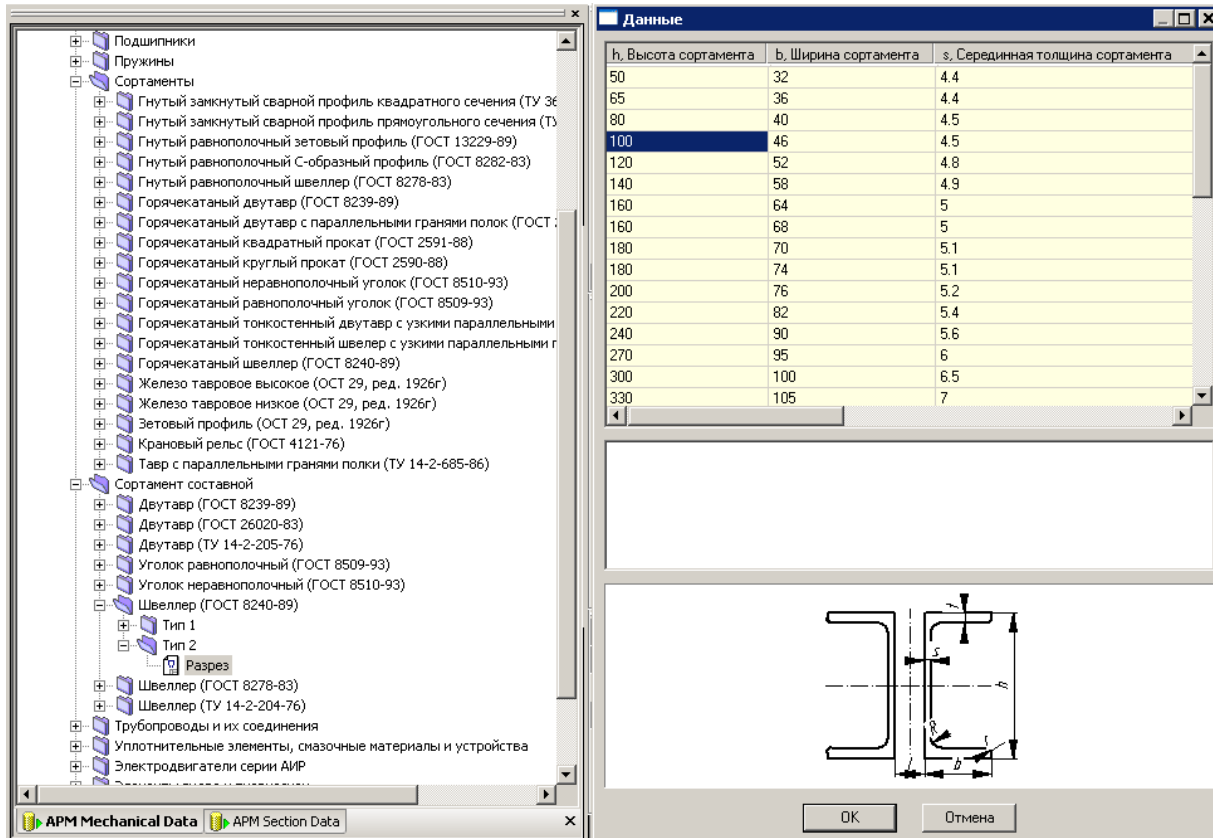

Рис. 4.5 Диалоговые окна *База данных* и *Данные*.
2. Выбираем объект (параметрическую модель) из диалогового окна *База данных*, выделив его на «дереве» отмеченной базы. Информация о данных выбранного объекта будет показана в окне *Данные* (рис. 4.5). После выбора необходимого типоразмера сечение отрисовывается в нижней части окна *Данные*. Любой из параметров встроенного сечения можно изменить. Для этого нужно нажать кнопку *OK* и в полях ввода открывшегося диалогового окна *Переменные* записать нужные числовые значения. Измененную таким образом модель нужно затем вставить в поле редактора *APM Graph* в соответствии с правилами вставки блоков.